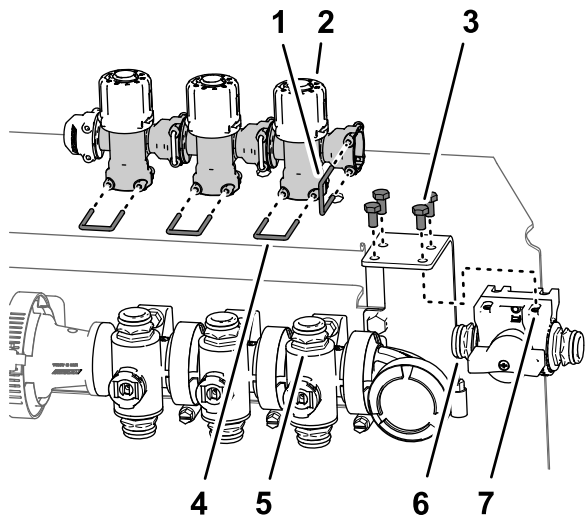

Figura 49
1. Retire los 4 pernos (6 x 12 mm) que sujetan la válvula de cierre de desvío a al soporte de sujeción de la válvula (Figura 49).
2. Retire la horquilla de retención que sujeta la válvula de cierre de desvío a la válvula de desvío de la válvula de sección de brazo derecha y retire la válvula de cierre (Figura 49).
3. Retire las 3 horquillas de retención que sujetan las 3 válvulas de desvío a los 3 distribuidores (Figura 49).
4. Levante las 3 válvulas de desvío de los acoplamientos rápidos de los tres distribuidores (Figura 49).